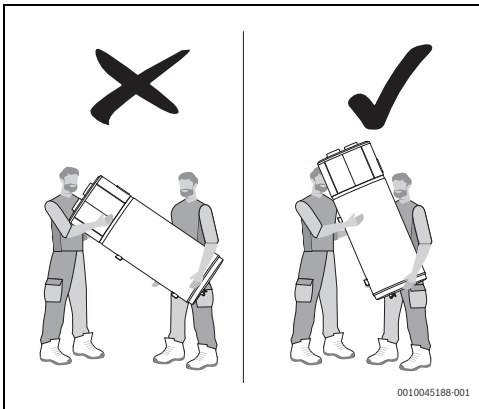

Fig. 6
- ▶ No sujetar el aparato por las placas superiores (fig. 6).